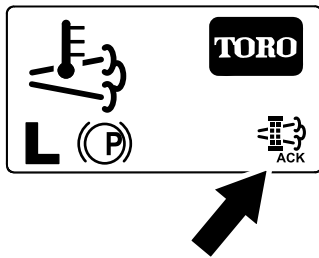

Figura 60
- El InfoCenter muestra la página de inicio y el icono de reconocimiento de regeneración (Figura 60) aparece en la esquina inferior derecha de la pantalla mientras se procesa la regeneración.